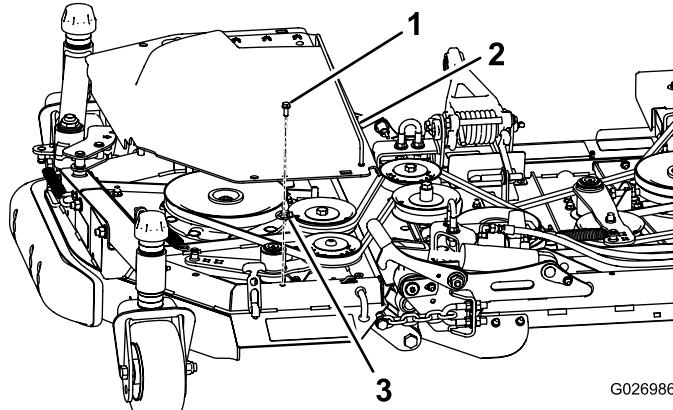

Figura 13
- Montate un bullone e un dado in gabbia sulla copertura in plastica sinistra (Figura 13).